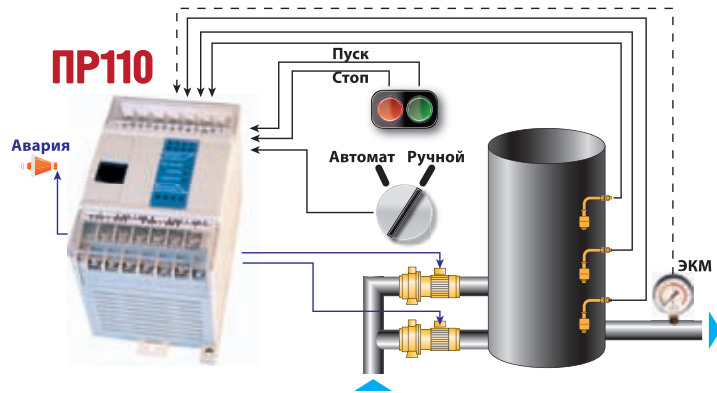

Рис. 3.
- » управление различным технологическим оборудованием, например, насосами (рис. 3), вентиляторами, компрессорами, прессами, кондиционерами, мешалками) и конвейерными системами;